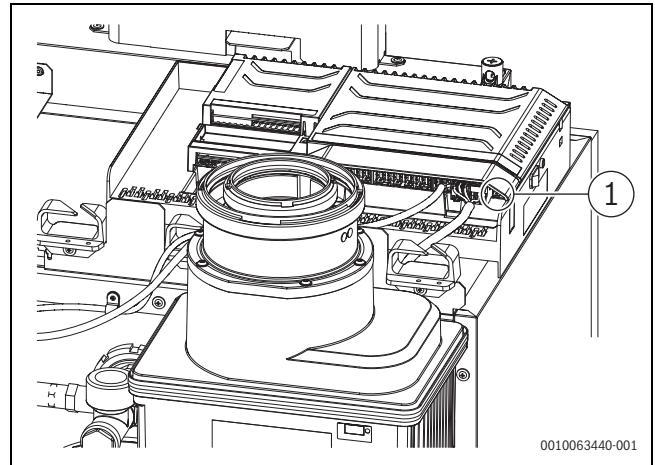

Bild 41 Netzanschluss herstellen
- Netzanschluss über die Klemme an IN - Netzeingang herstellen (→ Bild 41, [1]).